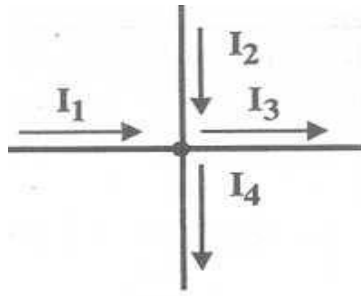

Рис.2
3. Напишите уравнение по 1-му правилу Кирхгофа для узла, изображенного на рис. 2.
2.1.Начертить электромагнит (рисунок 2)